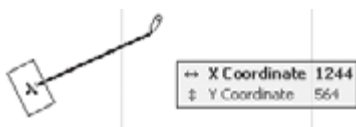

Рис. 5.30. Определение ориентации колонны
6. Если задан второй метод построения колонны, то после выбора места ее расположения необходимо определить ее ориентацию, зафиксировав угол поворота колонны щелчком кнопки мыши (рис. 5.30).